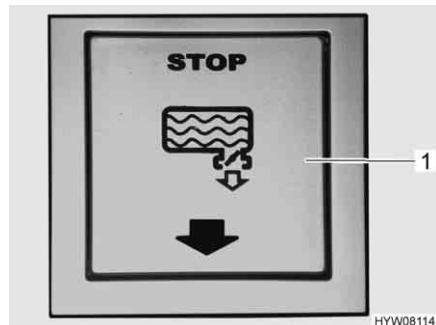

Fig. 171 Tasto di comando per il serbatoio delle acque grigie
Il tasto di comando (Fig. 171,1) è montato nel garage di coda/nel gavone di coda.
- Nei modelli con tasto di comando premere brevemente il tasto di comando (Fig. 171,1) in basso (→). Un comando apre automaticamente il cursore. Le acque grigie fuoriescono.
- Nei modelli con tasto di comando premere brevemente il tasto di comando (Fig. 171,1) in alto (STOP). Un comando chiude automaticamente il cursore.